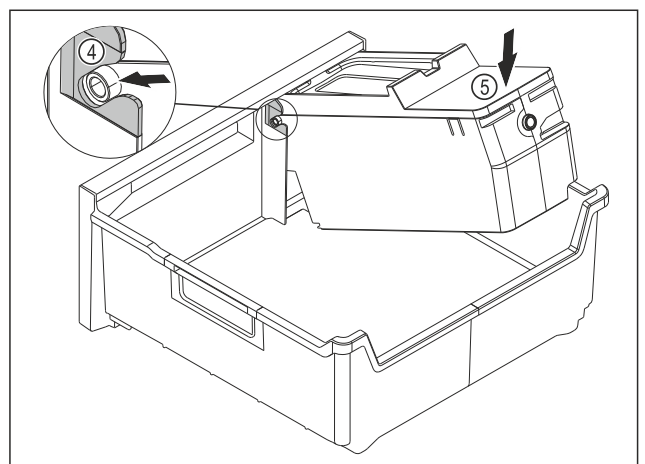

Fig. 116
- ▶ Монтаж на корпуса на EasyTwist-Ice: Вкарайте осите на корпуса на EasyTwist-Ice във водачите Fig. 116 (4).
- ▶ Натиснете надолу корпуса на EasyTwist-Ice Fig. 116 (5) отзад.